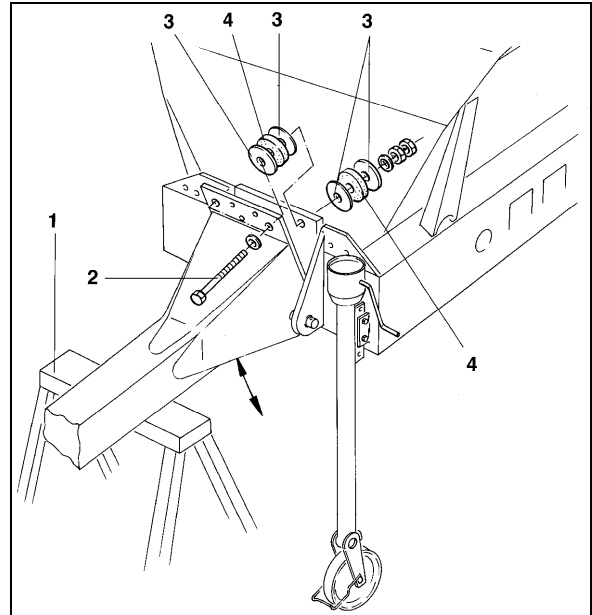

Bild 48
2. Placera dragstången på en stadig bock (Bild 48/1) och lossa de båda fästskruvarna (Bild 48/2).
3. Dragstången kan justeras med balanserad omplacering av distansbrickorna (Bild 48/3). Stötdämparen (Bild 48/4) ska inte tas bort. Den dämpar stötarna som överförs från traktorn till spridaren.